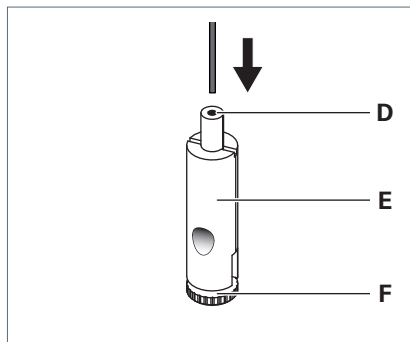

Fig. 11: Drahtseilhalter montieren.
- Führen Sie das Drahtseil durch die Führungsbuchse **D** des Drahtseilhalters **E**, siehe Fig. 11.